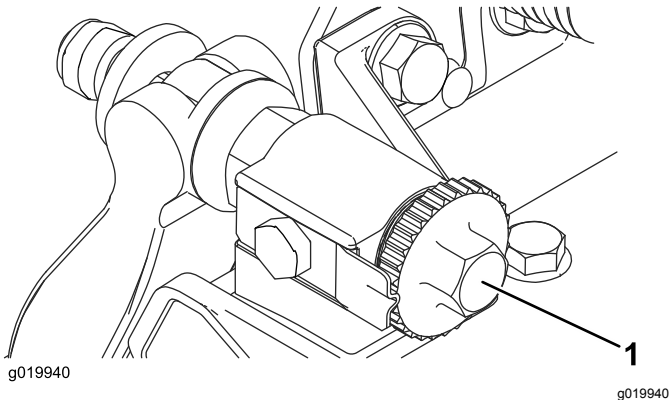

Bild 9
2. Drehen Sie die Einstellschrauben des Untermesserträgers nach links, um sicherzustellen, dass der Untermesserträger nicht die Spindel berührt (**Bild 9**).